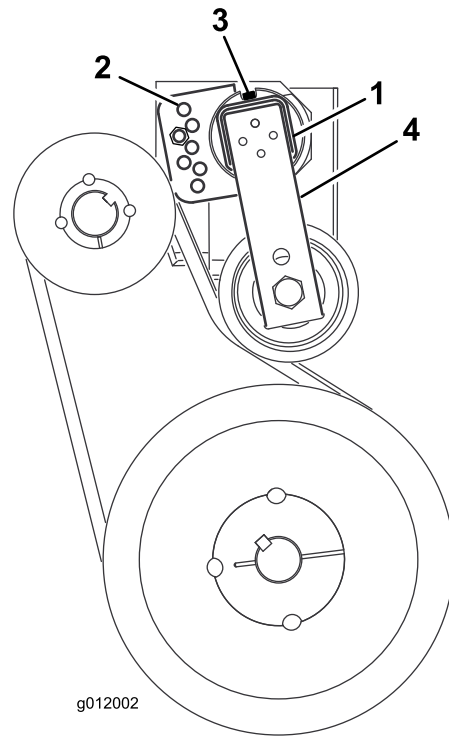

Figura 14
3. Retire el tornillo y la tuerca que sujetan la guía del tensor al bastidor del soplador (Figura 14).
4. En la parte trasera del bastidor, afloje el tornillo que fija el tensor de la correa al bastidor (Figura 14).
6. Introduzca el tornillo en los taladros de guía alineados y sujételo con la tuerca (Figura 14).